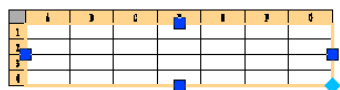

图 7.3.6 选取表格边界
Step3. 统一修改表格中各单元的宽度。双击表格，系统弹出“特性”窗口；选取表格边界（通过单击表格的左上角，如图 7.3.6 所示）后，在 **水平单元边距** 文本框中输入数值 0.5 后按 Enter 键，在 **垂直单元边距** 文本框中输入数值 0.5 后按 Enter 键；在空白区域单击取消表格边界选取，然后在图形区框选表格，在“特性”窗口的 **表格高度** 文本框中输入数值 28 后按 Enter 键。